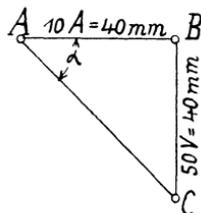

Fig. 152.
$$\operatorname{tg} \alpha = 5 \Omega = \frac{5 \text{ V}}{1 \text{ A}} = \frac{50 \text{ V}}{10 \text{ A}}, \text{ d. i. } \frac{50 \cdot 0,8 \text{ mm}}{10 \cdot 4 \text{ mm}} = \frac{40 \text{ mm}}{40 \text{ mm}} = \frac{\overline{BC}}{\overline{AB}} \text{ (Fig. 152).}$$
Wie groß ist der Widerstand w , wenn in der Fig. 152 $1 \text{ A} = 3 [2] (0,5) \text{ mm}$, $1 \text{ V} = 2 [1,5] (4) \text{ mm}$ vorstellt?